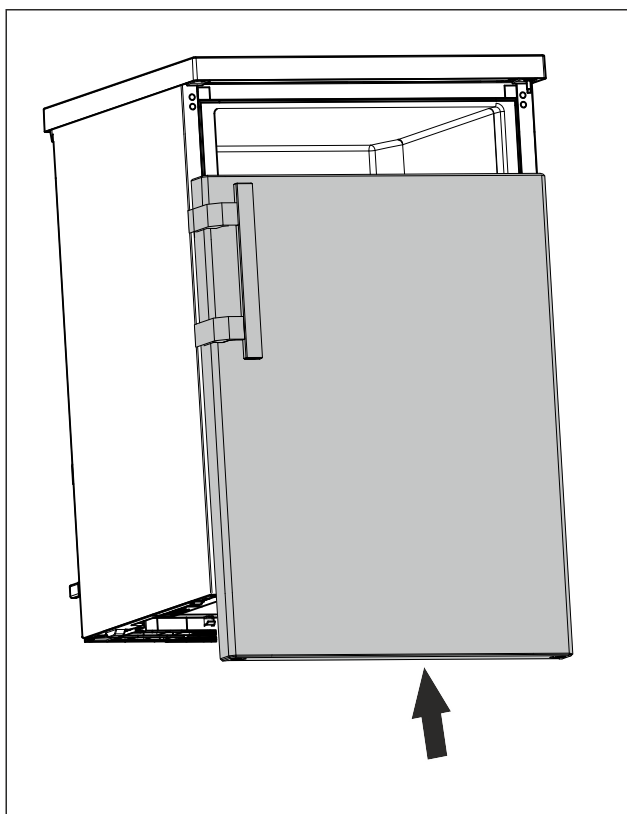

Fig. 20
- ▶ Zamknięte drzwi nasunąć na górny sworzeń. (patrz Fig. 20)